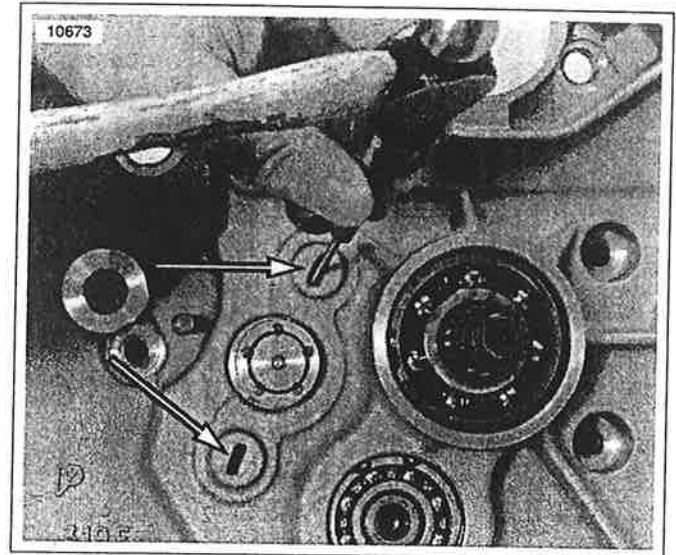

Figura 6-36. Ranuras para extraer los ejes de las horquillas de cambios
1. Vea la Figura 6-36. Extraiga los ejes de las horquillas de cambios insertando un punzón plano pequeño en las ranuras y golpeando suavemente en el extremo de cada eje hasta que caiga libre.